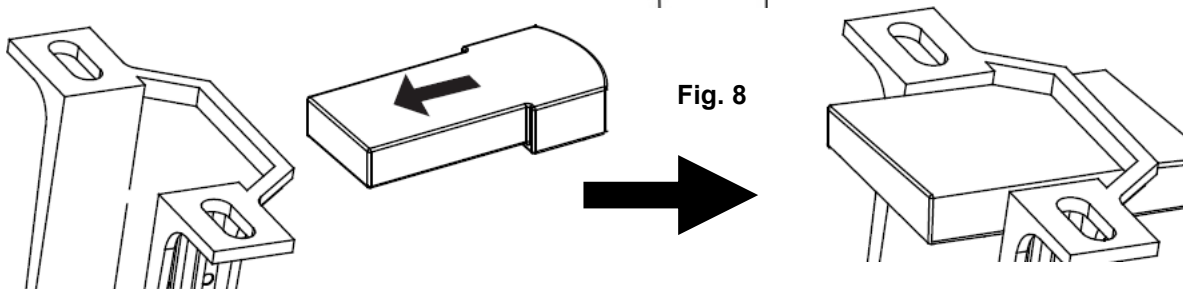

Fig. 8
- Inserire con attenzione il ricevitore del telecomando sopra il giunto sferico, nello spazio rimanente all'interno della staffa di supporto. Fare attenzione a non danneggiare o allentare alcun cavo (Fig. 8).